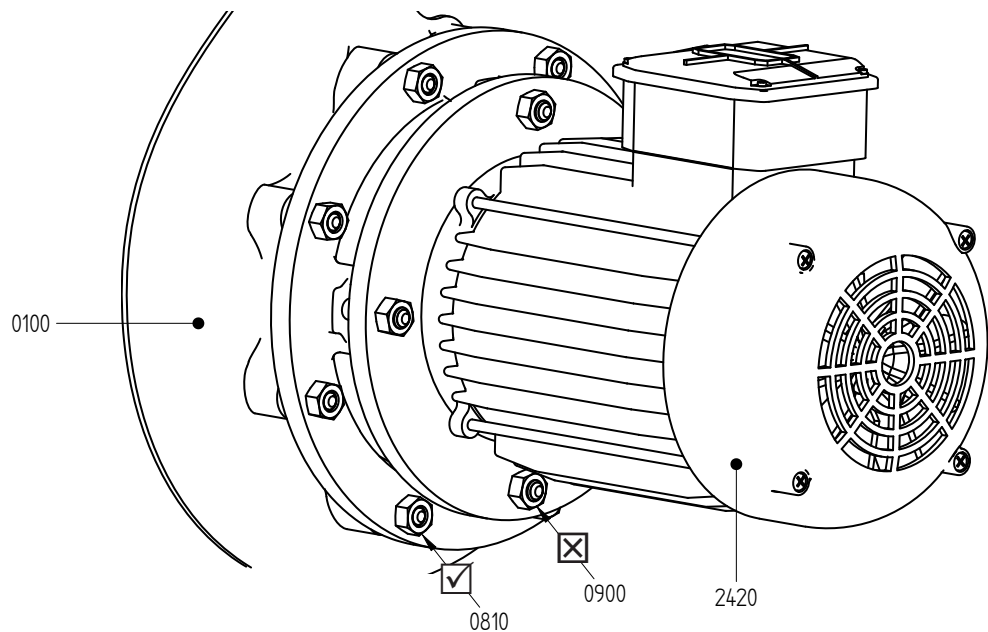
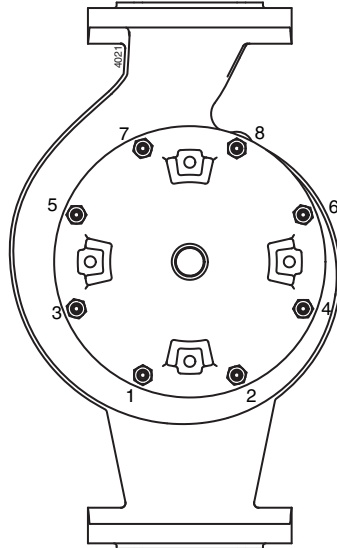

Abbildung 5: Platz der Motorbefestigungsmutter.
Abbildung 6: Sequenz lösung Befestigungsmutter.
- 1 Lösen Sie die Befestigungsmuttern (0810) der Zwischenlaterne, siehe Abbildung 5. Falls eine CL Pumpe noch im Leitungssystem installiert ist, lösen Sie die untere Schraube zuerst und dann seitlich alle weiteren Schrauben bis zur oberen, siehe Abbildung 6.